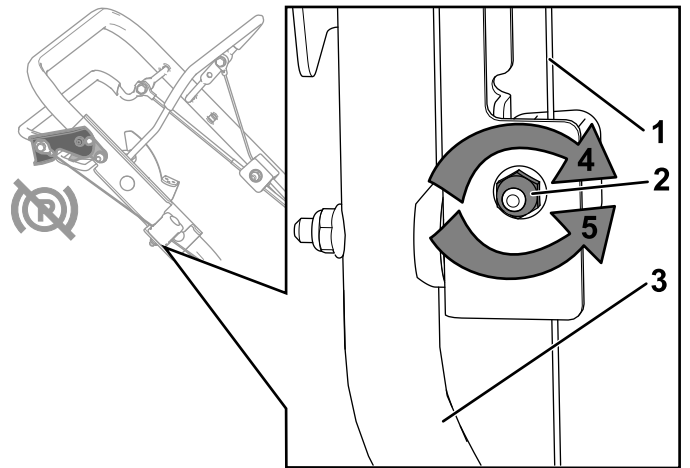

Figura 51
- Gire la tuerca de ajuste en sentido antihorario para aflojar el cable (Figura 51).
- Ajuste la tensión del cable (Figura 51) tirando hacia delante o empujando hacia atrás la cubierta del cable y manteniéndola en esa posición.